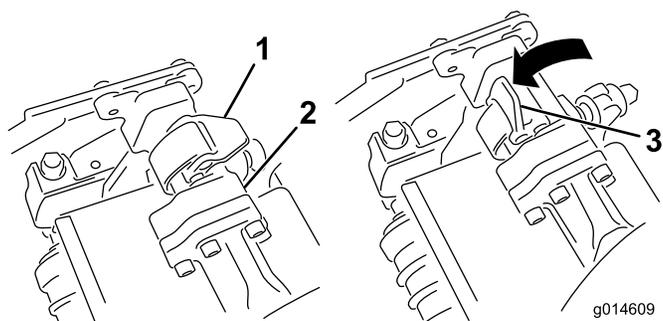
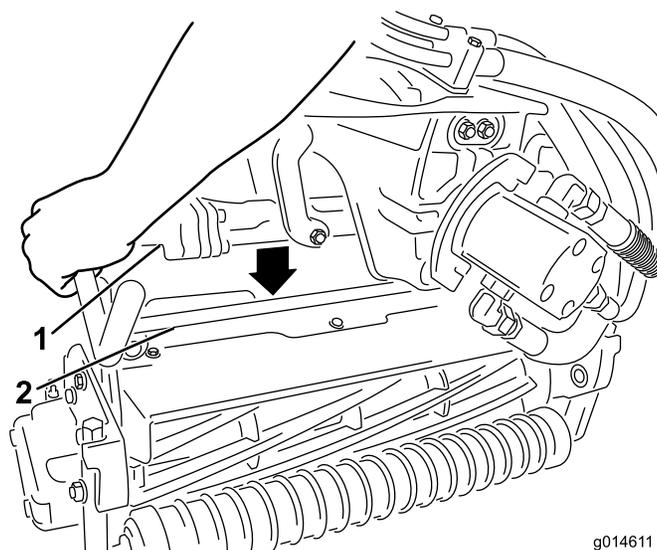

Рисунок 13
Рисунок 14
9. Когда защелки на штанге рычага подвески направлены вверх (т.е. открыты) (Рисунок 13), нажмите на рычаг подвески, чтобы штанга села на поперечный стержень наверху режущего блока (Рисунок 14).
10. Опустите защелки и поверните вокруг стержня режущего блока и заблокируйте их (Рисунок 13).